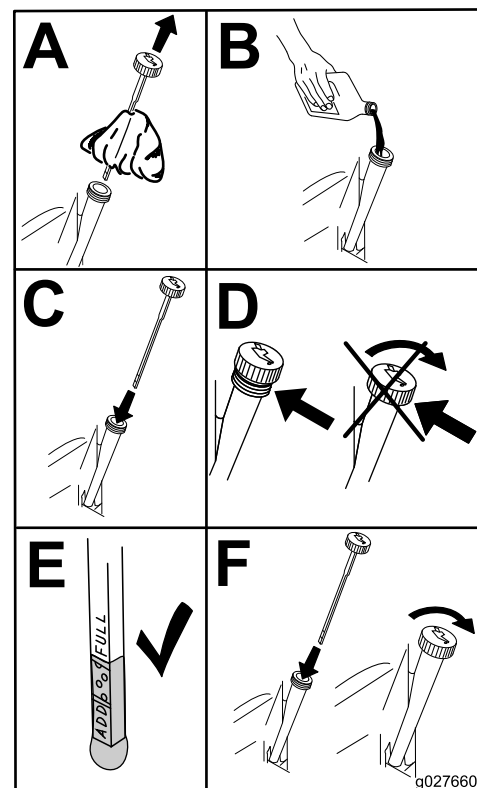

Figura 40
4. Cambie el aceite del motor, según se muestra en Figura 40.